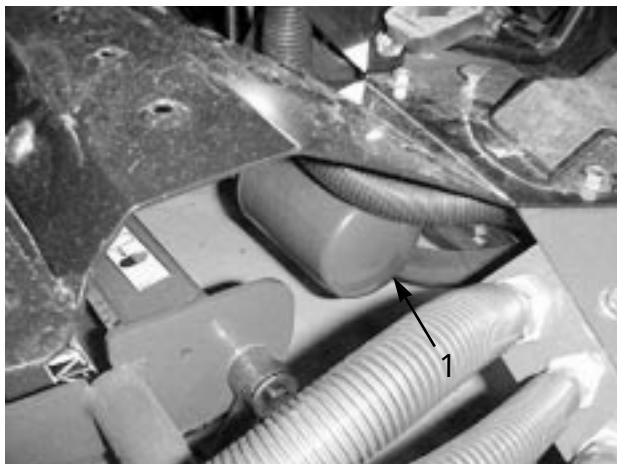

図51
3. フィルタ（図51）の取り付け部周辺をきれいにふき、下に廃油受けを用意し、フィルタハウジングからフィルタを外す。フィルタレンチはボトムタイプのものを使用する。廃油は適切な方法で処理する。